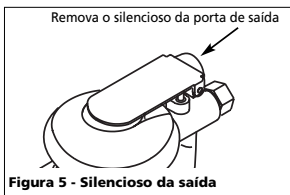

Figura 5 - Silencioso da saída
- Remova o silencioso de espuma (Veja a Figura 5) e lave-o em água morna com sabão. Deixe o silencioso secar antes de recolocá-lo. Substitua o silencioso se for impossível limpá-lo adequadamente.